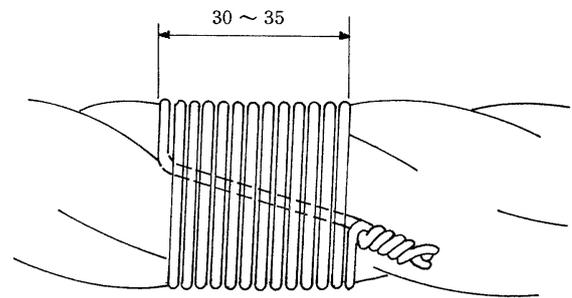

図 10-14 シージング
2) シージングは図 10-14 のように行い、シージング末端はストランド溝に入れる。